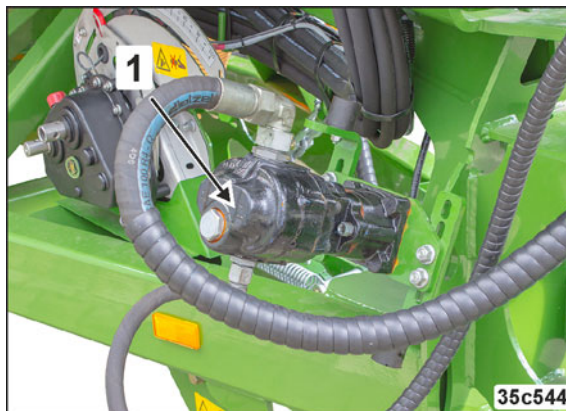

Fig. 164
5. Emboîtez la pompe hydraulique (Fig. 164/1) sur le support de transport.